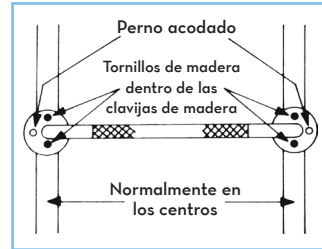
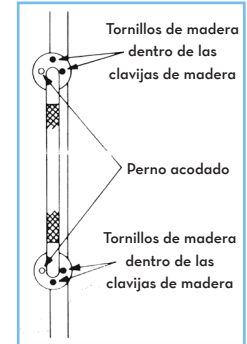

figura 1
figura 2
1. Ubique la barra de sostén sobre la pared en línea con las clavijas de la pared y marque la ubicación de los orificios de los tornillos. (La Fijación horizontal Ve la Figura 1, la Fijación Vertical Ve la Figura 2.) Después de decidir el tipo de acoplamiento, taladre un pequeño agujero para confirmar la ubicación de la clavija.